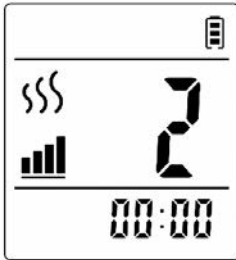

Abb. 2-1
1. Wenn die Fernbedienung eingeschaltet wird (siehe Abb. 2-1), ist die Standardzeit 00:00. Gehen Sie zum Einstellen der Uhrzeit wie folgt vor: